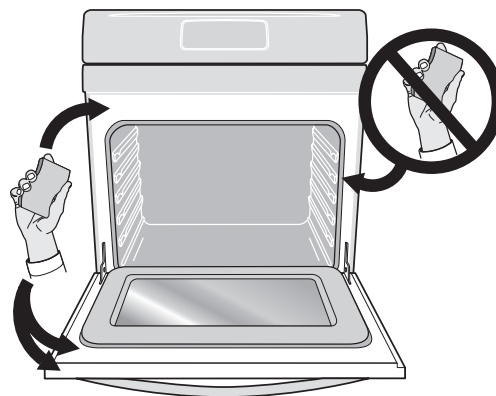

Figure 18: Zones à nettoyer et à ne pas nettoyer (joint)
- Ne vaporisez pas de nettoyants pour four ou de revêtement de protection pour four dans ou autour d'une partie quelconque de la cavité du four. Nettoyez la saleté qui se trouve sur le cadre de la porte du four, autour du joint et la petite surface située au centre, à l'avant de la sole du four (Figure 18). Ces zones chauffent